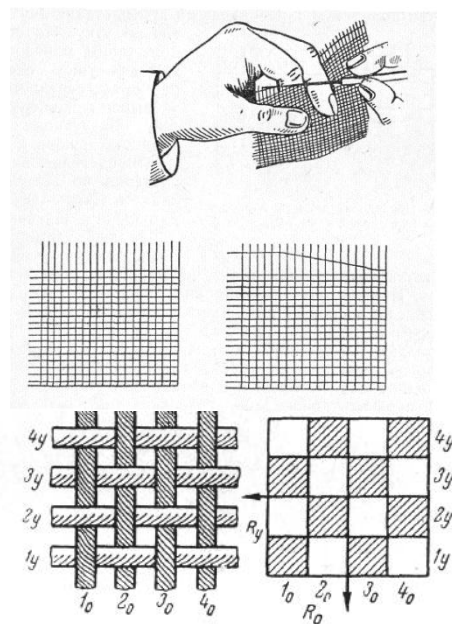

Рис.18. Анализ ткацкого переплетения и последовательность зарисовки переплетения.
Зарисовку продолжают до тех пор, пока рисунок полностью не повторится, т.е. не будет зарисовано 2 раппорта. Если рисунок переплетения в обоих раппортах одинаков, можно считать, что зарисовка произведена правильно. Тогда первую уточную нить сбрасывают, сдвигают вторую и в том же порядке зарисовывают ее переплетение. Так продолжают до тех пор, пока полностью не зарисуют переплетение двух раппортов по утку (рис.18.)
- простые (гладкие или главные) (рис. 18 – 23):